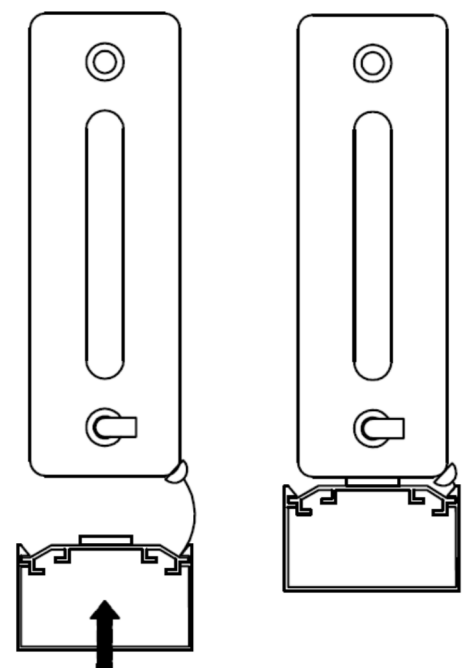
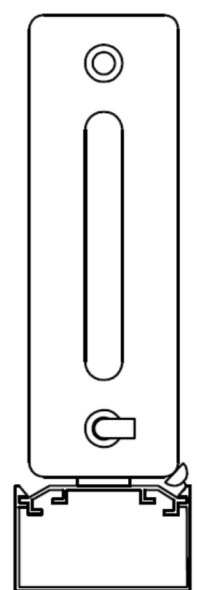

FIGURA 4
FIGURA 5
- Dentro del bastidor de los ventiladores sobresale, de la parte que alberga la electrónica, el cable de dos hilos de conexión de la sonda de temperatura del termostato. La sonda proporcionada es magnética y se pegará al radiador metálico. Colocarla en una zona del radiador que detecte la temperatura del mismo (figura 4) y no sea afectada por las ventiladores al funcionar, preferiblemente cerca del tubo de circulación del agua.
- Colocar el bastidor debajo del radiador (figura 4) y acercar los imanes hasta que se acoplen al radiador como se muestra en la figura 5.